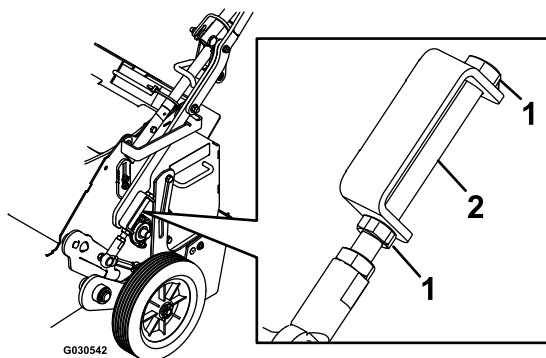

Figure 16
- Desserrez les écrous de blocage sur le boulon de réglage (Figure 16).